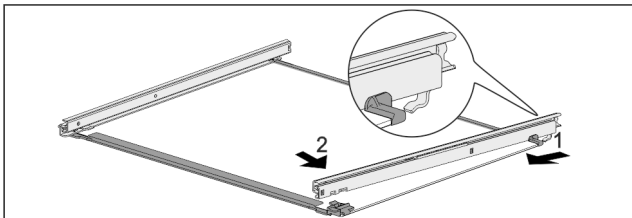

Fig. 105 Glasplaat met rails
- ▶ Rail achter vasthaken. Fig. 105 (1)
- ▶ Rail voor vasthaken. Fig. 105 (2)